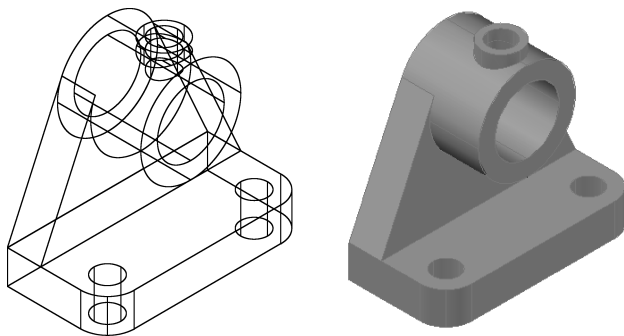

图9-28 创建“轴承座”模型
13) 在功能区单击“常用”选项卡→“实体编辑”面板→“剖切”按钮, 对小圆管进行剖切, 当命令提示行提示选择“切面”时, 选择创建的曲面作为切面对小圆管进行剖切, 并利用“移动”命令将其移动到已创建的螺孔位置上, 结果如图9-28所示。